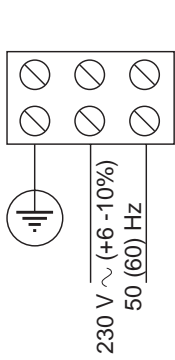

Fig. 12
- ① Fusible F1 1 AT/230 Vca - 5x20
- ② Regleta X1 (230 V) - fig. 12
- ③ Regleta X2 / X4 de baja tensión